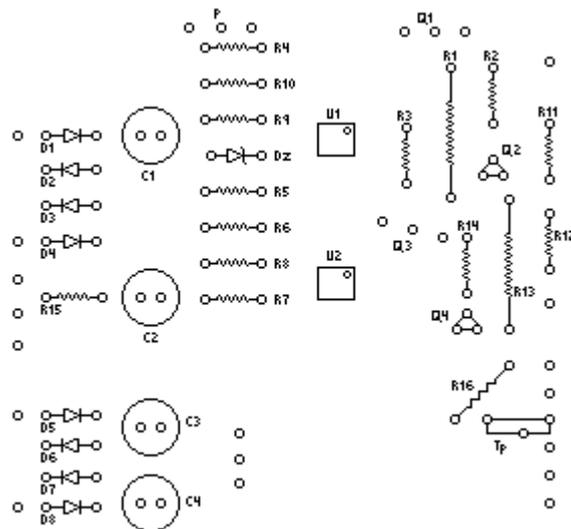

Figura 1 – Papel vegetal de Baixo: Localização dos PADS e desenho da projeção dos componentes na placa.
- Desenhe as "ilhas" ou "pads" (locais onde entrarão pontos de solda ou furos da placa onde estarão os "pés" dos componentes) e o desenho da projeção dos componentes no papel vegetal de Baixo (Figura 1);